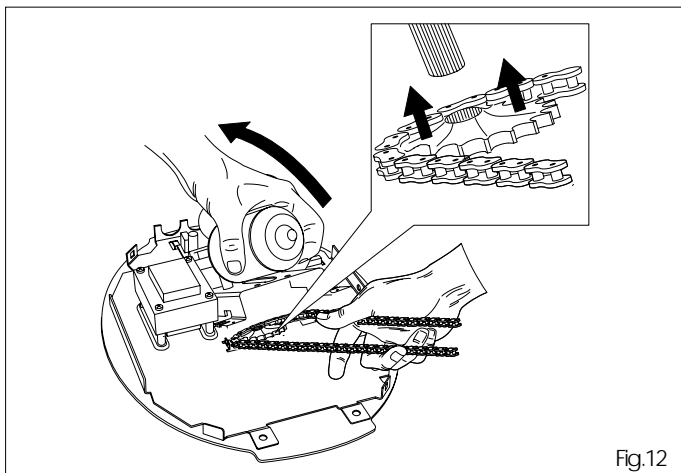

Fig.12
5.7 Soulever l'unité moteur en veillant à ne pas endommager l'appareillage électronique, accoupler le pignon avec la chaîne, l'insérer dans l'arbre moteur (fig.12).